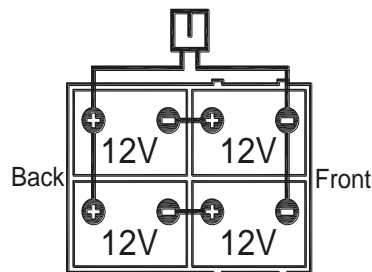

Figur 4
Maskinen behöver två batterier på 12 V eller fyra batterier på 6 V som ansluts enligt schemat (Figur 4). Sätt fast batteriplattan på rätt sätt enligt (Figur 4).
4. Maskinen levereras med kablar som passera för att installera två 12 V batterier eller fyra 6 V batterier. Sätt in batterier i facket och installera dem korrekt. Sätt fast batteriplattan på rätt sätt enligt (Figur 4).
5. Vrid och installera batterikabeln såsom visas på (Figur 4) och dra försiktigt åt muttern på varje batteripol.